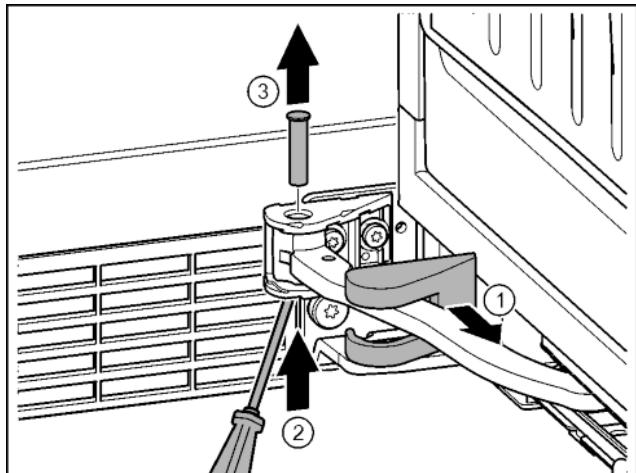

Fig. 17
- Снять крышку и переместить вдоль шарнира. Fig. 17 (1)
- Рукой или отверткой приподнять палец снизу. Fig. 17 (2)
- Вставить отвертку под головку пальца и вытащить его. Fig. 17 (3)